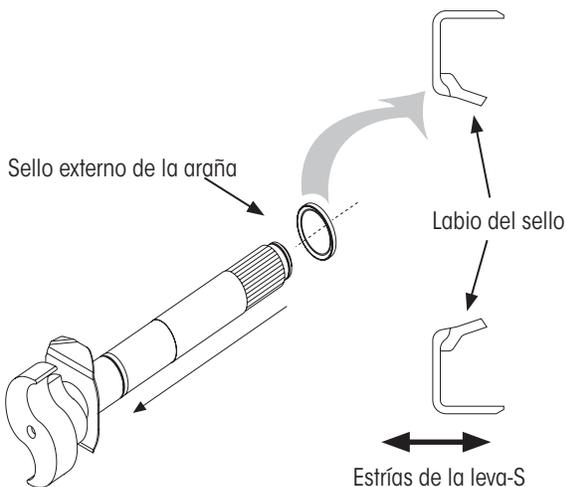

Figura 18: Instalando el sello externo de la araña
5. **Deslice** el sello de la araña en la leva-S (Figura 18).
- IMPORTANTE:** El labio del sello interno de la araña debe instalarse hacia adentro, hacia las estrías de la leva-S (ver Figura 18 para la orientación del sello). Esta orientación del sello dirige cualquier exceso de grasa lejos de las zapatas de freno.